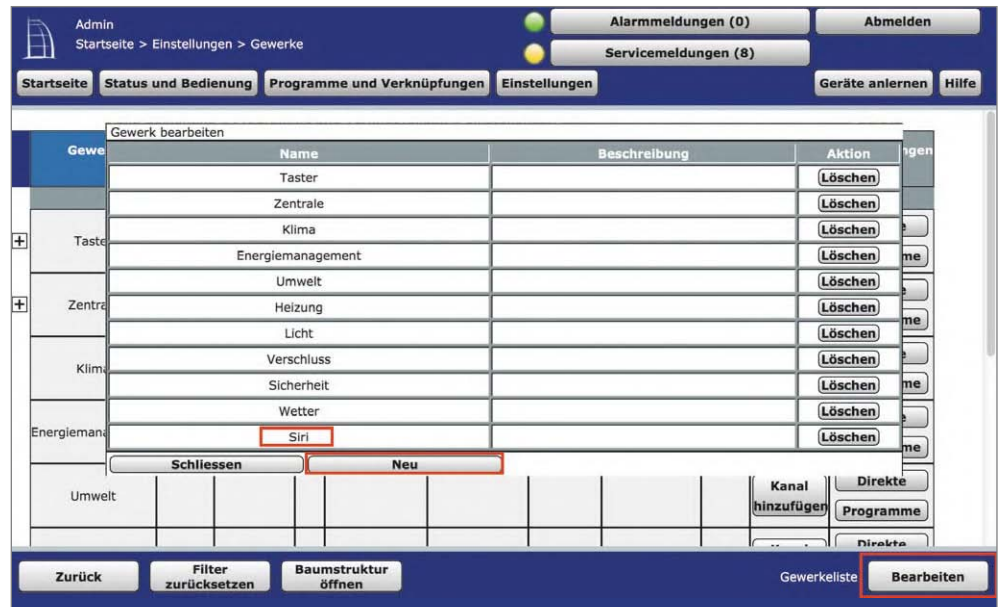

Bild 4: Erstellung des Gewerks „Siri“ in der CCU-WebUI
10. Nun erstellen wir über einen Klick auf „Bearbeiten“ und „Neu“ ein neues Gewerk Namens „Siri“ (Bild 4).